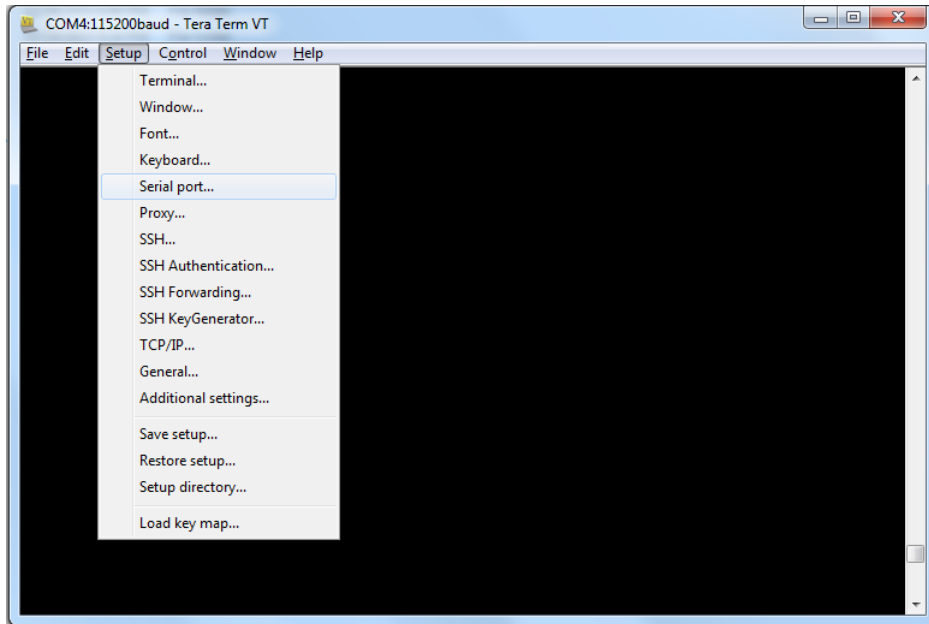

图 3. Tera Term Serial Port 选项卡
4. 进入设置 (Setup) → 串行端口 (Serial port) (见图 3)。